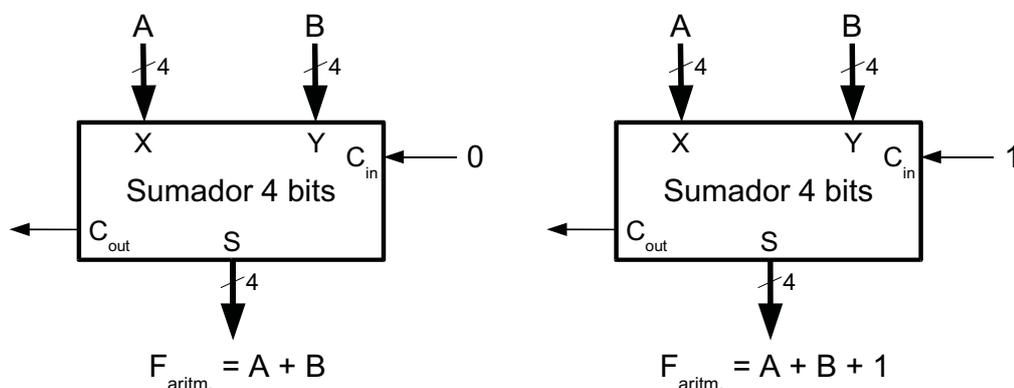

Figura 5.19.
- (b) Si las entradas del sumador son A y B (los números de entrada de la ALU), figura 5.19, se pueden obtener funciones de **suma**: $F = A + B$ si $C_{in} = 0$, o $F = A + B + 1$ si $C_{in} = 1$.